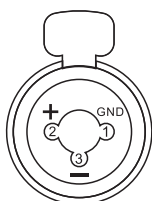

Fig. 4.5.1
Alle prese posteriori XLR ~ Jack 1/4" **MIC 2 + MIC 6 (19)** è possibile collegare microfoni PASO di tipo dinamico e ad elettrete con alimentazione Phantom; i collegamenti a queste prese sono riportati nella Fig. 4.5.1 e 4.5.2.
Phantom-powered dynamic and electret PASO microphones can be connected to the rear XLR ~ 1/4" jack **MIC 2 + MIC 6 (19)**; connections to these sockets are shown in Figs. 4.5.1 and 4.5.2.